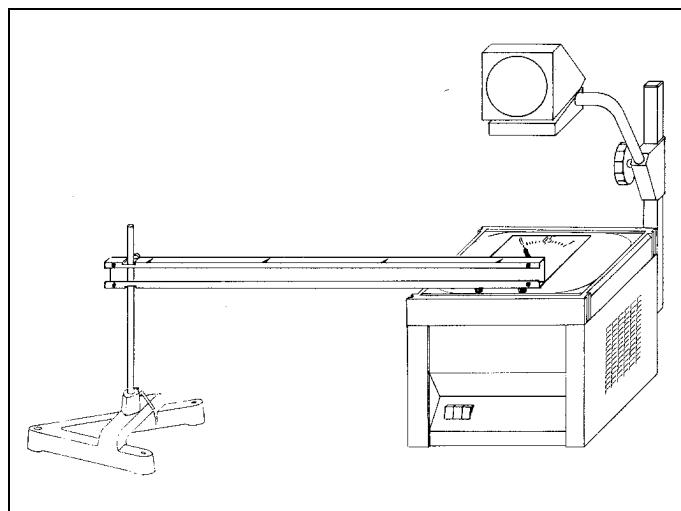

Fig. 3
- ① Grundgerät, 73 cm x 5 cm x 3 cm
- ② Schraube für Stativstange (zur Halterung des Ausdehnungsapparates gemäß Fig. 3 und 4)
- ③ Schraube zum Fixieren des Rohres auf Festlager ④
- ④ Festlager für festes Rohrende, mit Schraube ⑤ bei der Markierung 600, 400 oder 200 auf dem Grundgerät befestigt, so daß wirksame Rohrlängen von 600 mm, 400 mm oder 200 mm vorliegen.
- ⑤ Schraube zum Befestigen von Lager ④ auf dem Grundgerät
- ⑥ projizierbare Skala, 14 cm x 20 cm, 0-1 mm mit 0,05-mm-Teilung
- ⑦ Zeiger, über Zahntrieb mit Führungslager ⑧ verbunden
- ⑧ Führungslager für bewegliches Rohrende
- ⑨ Federklammern zum Arretieren der Schläuche
- ⑩ Stahl-, Messing- und Glasrohr, je 65 cm lang, a. Ø 7 mm; mit Ringnuten zum Eingreifen der Rändelschraube ③ des Festlagers ④ und mit Schlauchwellen zum Anschluß von Schläuchen mit einem Innendurchmesser von 7 mm.
- ① Basic apparatus, 73 cm x 5 cm x 3 cm
- ② Screw for stand rod (for mounting the expansion apparatus according to Figs. 3 and 4)
- ③ Screw for fitting the tube into the fixed bearing ④
- ④ Fixed bearing for the fixed tube end, tube attached by means of the screw ⑤ at 600, 400 or 200 mark of the basic apparatus so as to obtain effective tube lengths of 600 mm, 400 mm or 200 mm
- ⑤ Screw to mount bearing ④ onto the basic apparatus
- ⑥ Projectable scale, 14 cm x 20 cm, 0 to 1 cm, 0.05-mm graduation
- ⑦ Pointer connected by rack and pinion with guide bearing ⑧
- ⑧ Guide bearing for movable tube end
- ⑨ Spring clips to secure the tubing
- ⑩ Tubes of steel, brass and glass, each 65 cm long, 7 mm O. D., with annular grooves mating the knurled-head screw ③ of the fixed bearing ④ and with hose nozzles to connect tubing of 7 mm I. D.